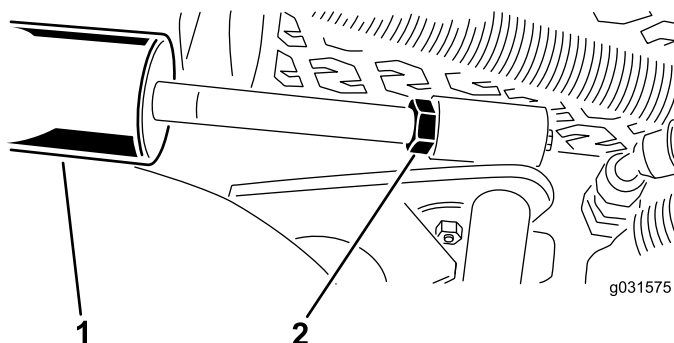

Bild 15
- A. Senken Sie die Mähwerke ab und drehen Sie die Klemmmutter am Zylinder heraus (Bild 15).